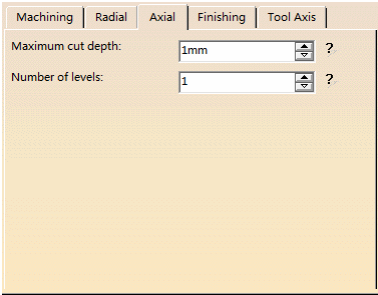

图 4-69 “Axial”选项卡（2）
- 在“Axial”选项卡（2）的“Maximum cut depth”文本框中输入“1mm”，在“Number of levels”文本框中输入1，如图4-69所示。